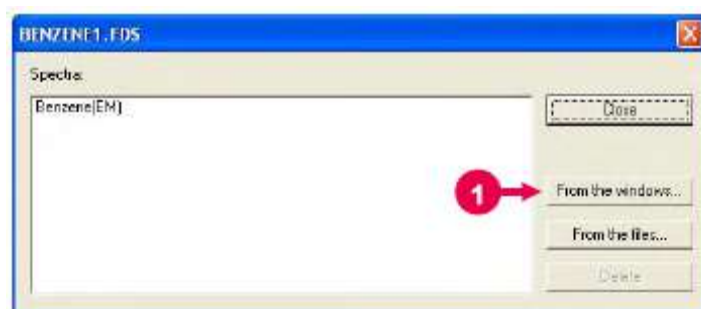
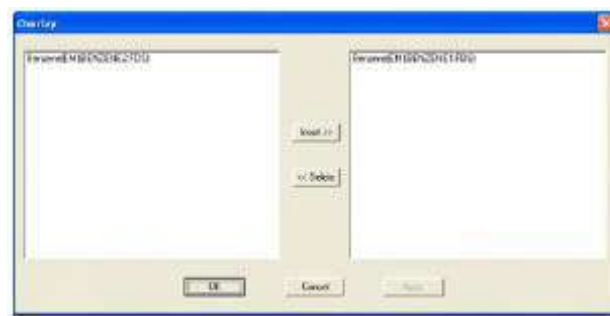

Рис. 7-18
Рис. 7-19
- (1) Выберите команду «Оверлей» из меню «Данные»
- (2) Появится диалоговое окно, изображенное на рис. 7-18. Диалоговое окно показывает имя выборки для текущего спектра.
- (3) Нажмите кнопку «Вставка из окна». Появится окно, изображенное на рис. 7-19 (смотрите (1) на рис. 7-18). В левой половине окна отображается список имен выборки для текущего спектра, а в правой половине окна список имен оверлейной выборки.